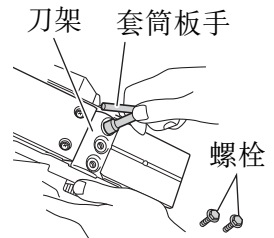

图 15
- (1) 如图 15 所示，用套筒扳手松开用于固定刀刃座的 3 根螺栓并将其拆下。
- (1) 如图 15 所示, 用附带的套筒扳手松开用于固定刀刃的 3 个螺栓并卸下刀架。